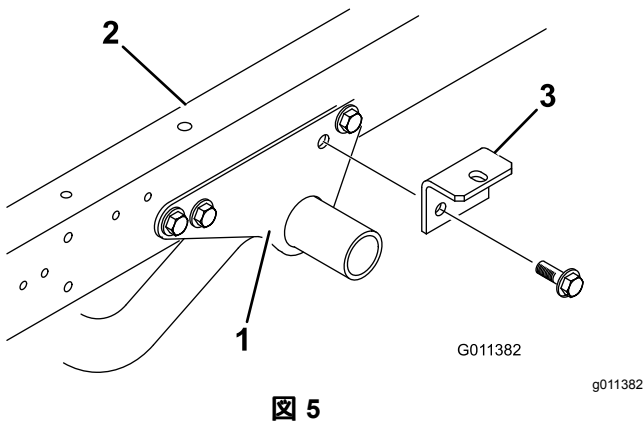

図 5
1. エンジンフレーム取り付けブラケットを車両の左右のフレームに固定しているフランジヘッドキャップスクリュー2本とフランジヘッドキャップスクリューを取り外す 図 5。
2. 各エンジンフレーム取り付けブラケットと車両フレームにアタッチメントブラケットを仮止めする先ほど取り外したフランジヘッドキャップスクリュー2本とフランジロックナットを使用する 図 5。